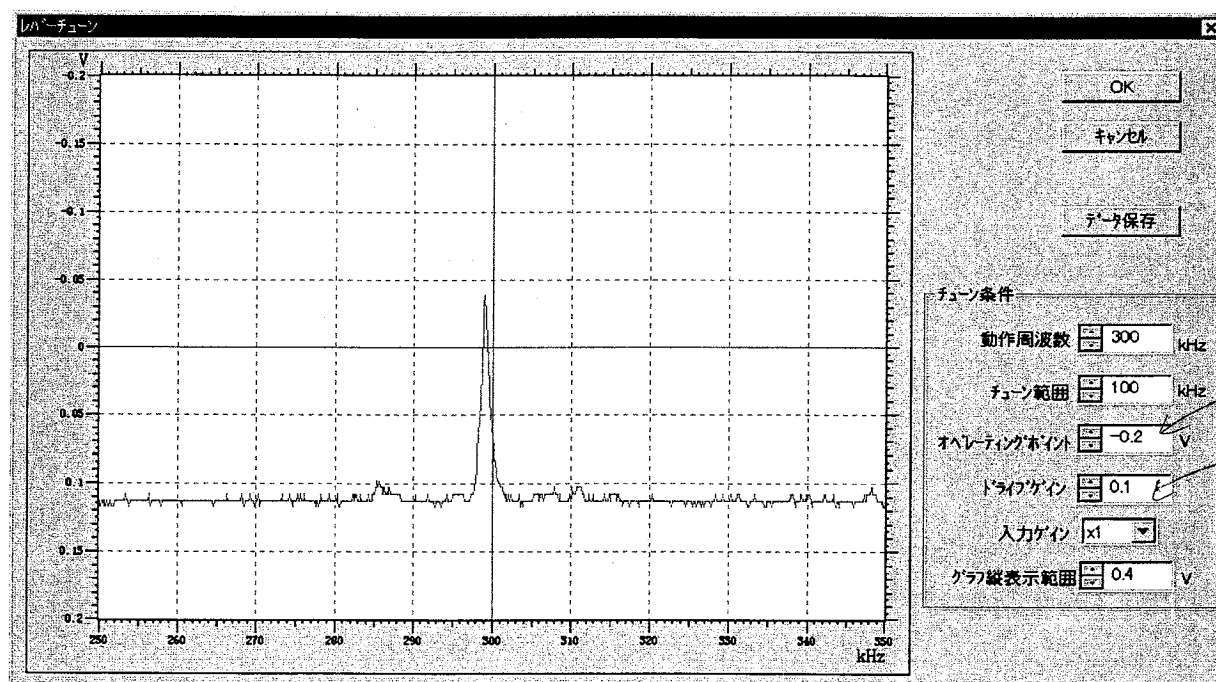

図6 レバーチューンダイアログ(設定開始時の値)
- ① 「設定」の「レバーチューン」を選択します。レバーチューンダイアログが表示されます。
- ② レバーチューンダイアログでパラメータの設定を行いますが、おおよそ図6に示すような設定値から始め、徐々に絞り込んでいきます。